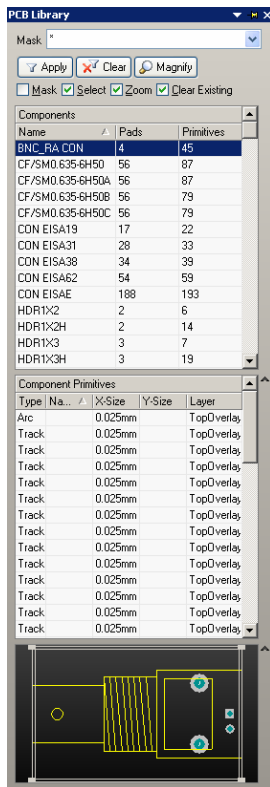

图 10.2 “PCB Library”工作面板
(1) 打开包含有需要复制的 PCB 元件封装的 PCB 元件封装库文件，启动 PCB 元件封装编辑器，本例中选择通用 PCB 元件封装。
(2) 单击工作区左侧的“PCB Library”工作面板标签，打开如图 10.2 所示的“PCB Library”工作面板。